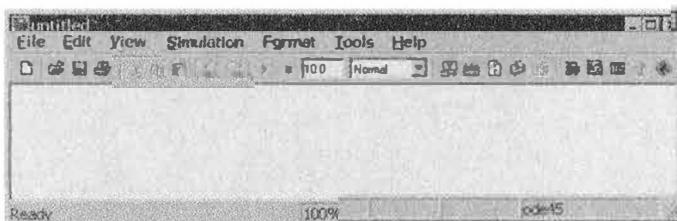

Рис. 1.5 Пустое окно модели
1. Создать новый файл модели с помощью команды **File ⇒ New ⇒ Model** (здесь и далее с помощью символа «⇒» указывается последовательность вызова пунктов меню) или используя кнопку  на панели инструментов. Вновь созданное окно модели показано на рис. 1.5.